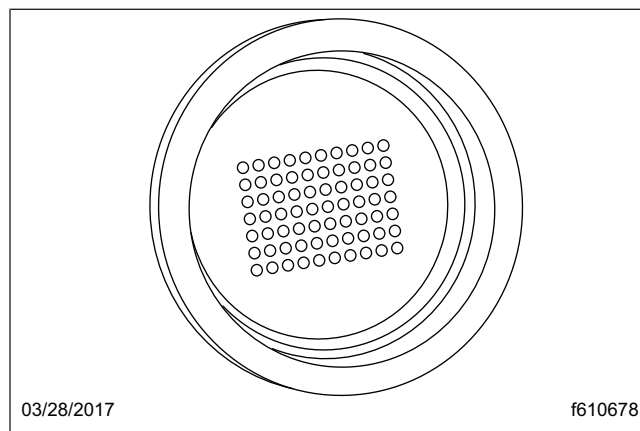

Figura 8.15, Visualización de puntos encendidos
3. Al energizar, el indicador de la marcha actual muestra un patrón cuadrado de puntos. Todos los puntos deben encenderse, sin separaciones o espacios. Vea la Figura 8.15.